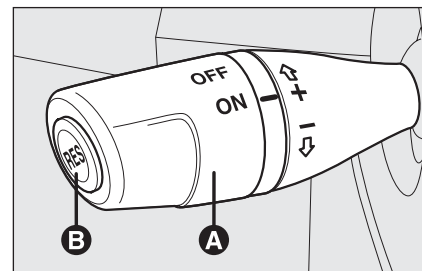

fig. 47
Ruotare la ghiera **A-fig. 47** in posizione **ON**.
- ruotare la ghiera **A-fig. 47** su **ON** e premendo il pedale dell'acceleratore portare la vettura alla velocità desiderata;
- premere il pulsante **RES B-fig. 47**.
- premendo il pedale dell'acceleratore; in questo caso il sistema non viene disinserito effettivamente ma la richiesta di accelerazione ha precedenza sul sistema; il cruise control rimane comunque attivo, senza necessità di premere il pulsante **RES B-fig. 47** per ritornare alle condizioni precedenti una volta conclusa l'accelerazione.